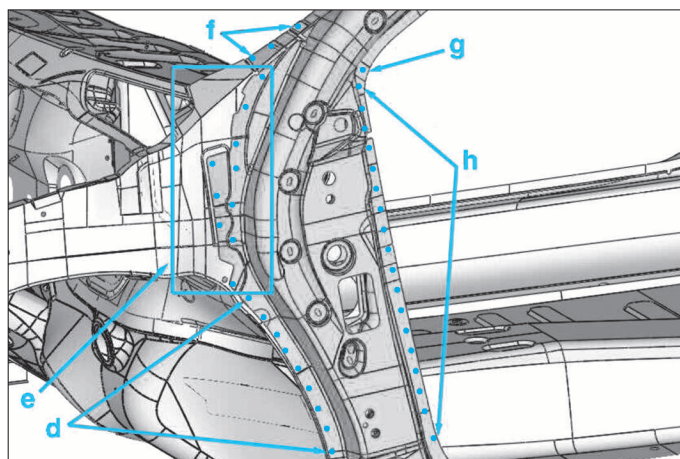

FIG. 55
- les points (d), (e), (f), (g) et (h) (Fig. 55).
- (d) et (h) avec le pied assemblé (Fig.55).